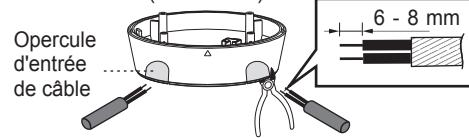

FIG. 18
3.3.4.2 Pour alimenter les câbles d'alimentation par le côté de la boîte de dérivation pour montage apparent, veuillez utiliser des pinces coupantes pour casser les opérules latéraux d'entrée de câble, puis insérer les câbles dans la boîte de dérivation et les alimenter. Dénudez 6 à 8 mm d'isolant pour le raccordement (voir FIG. 18).